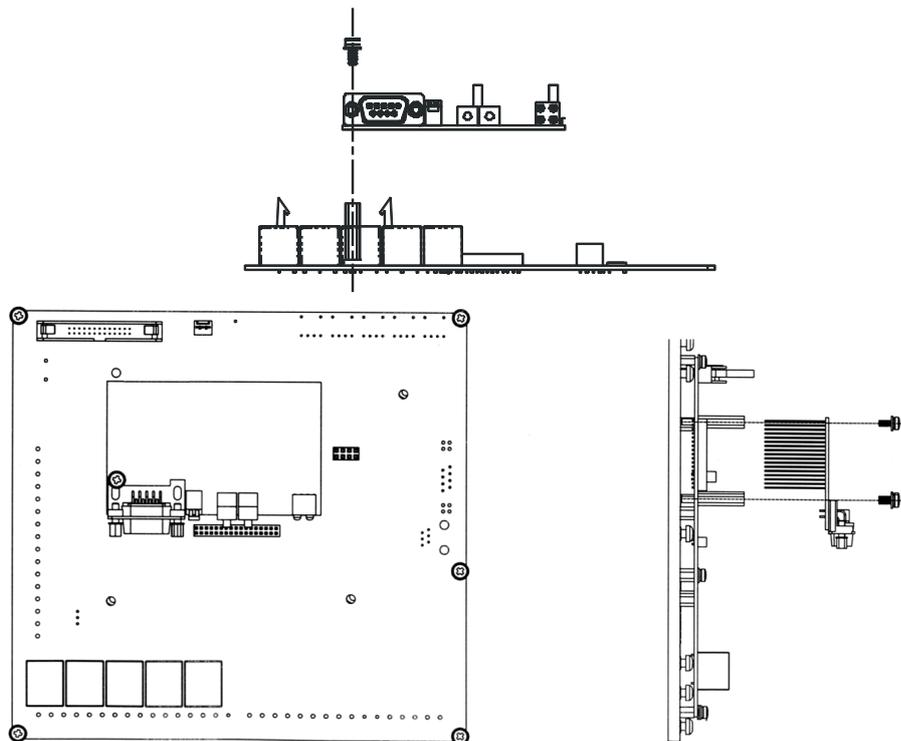

Figure 13.1: Installation de la carte électronique de bus de terrain
3. Fixez le connecteur mâle XC140 au connecteur MVC4 correspondant avec précaution. Vérifiez que toutes les broches des connecteurs XC140 coïncident (Figure 13.1 à la page 13-1).